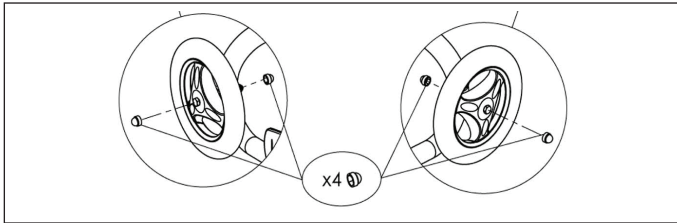

Figure 9. Fixation des chapeaux de roue
- Placer deux (2) chapeaux sur les roues, comme le montre la Figure 9.